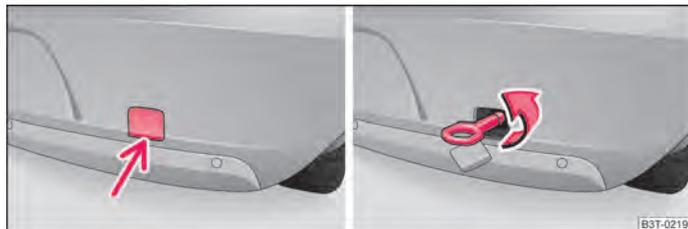

Abb. 197 Hinterer Stoßfänger: Ausbau der Abdeckung / Einbau der Abschleppöse
- Drücken Sie auf den unteren Teil der Abdeckung im hinteren Stoßfänger → **Abb. 197** - links und nehmen Sie diese heraus.
- Schrauben Sie die Abschleppöse mit der Hand nach links bis zum Anschlag ein → **Abb. 197** - rechts und ziehen Sie diese so fest wie möglich an. Für das Festziehen empfehlen wir z. B. den Radschlüssel, die Verzurröse eines anderen Fahrzeugs oder einen ähnlichen Gegenstand zu verwenden, den Sie durch die Öse stecken können.